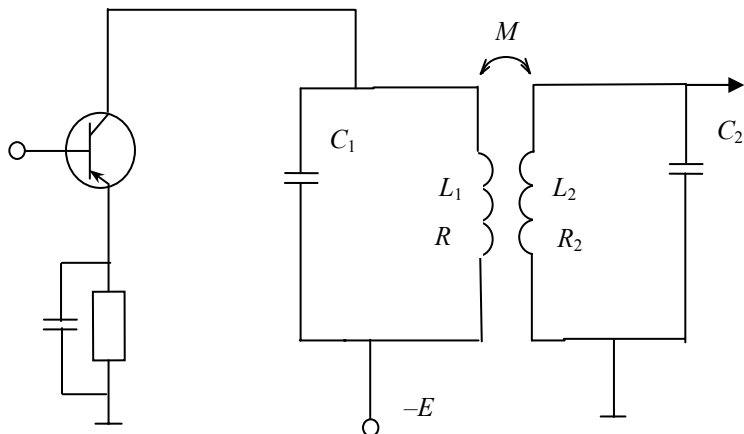

Рис. 4.19
4.4.10. Два трансформаторно-связанных контура (рис. 4.19) имеют следующие параметры:  $L_1 = 250$  мкГн;  $C_1 = 1000$  пФ;  $R_1 = 5$  Ом;  $L_2 = 500$  мкГн;  $C_2 = 500$  пФ;  $R_2 = 10$  Ом. Коэффициент связи  $K = 1\%$ , резонансная длина волны  $\lambda_0 = 942$  м. Определить активное и реактивное сопротивления, вносимые в первичный контур, и эквивалентное сопротивление первичного контура.